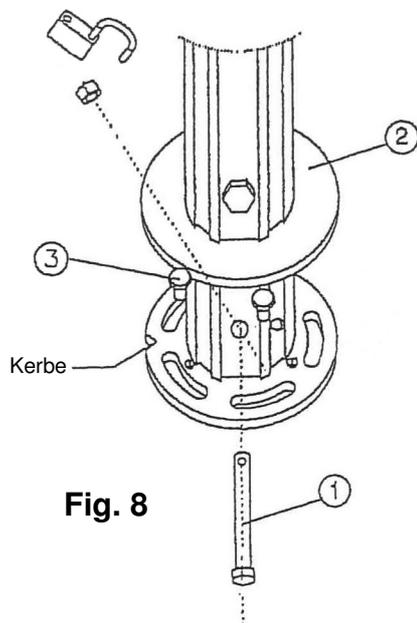
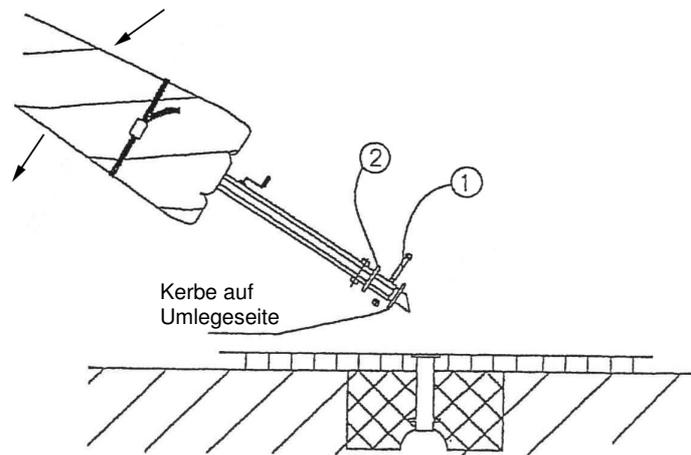

Fig. 8
Fig. 9
- Verbindungsbolzen (1) entfernen und Abdeckblech (2) hochschieben (Fig. 8).
- Schirm senkrecht festhalten und dabei Verankerungsschrauben (3) entfernen.
- Schirm sorgfältig nach Seite der Kerbe umlegen (Fig. 9).